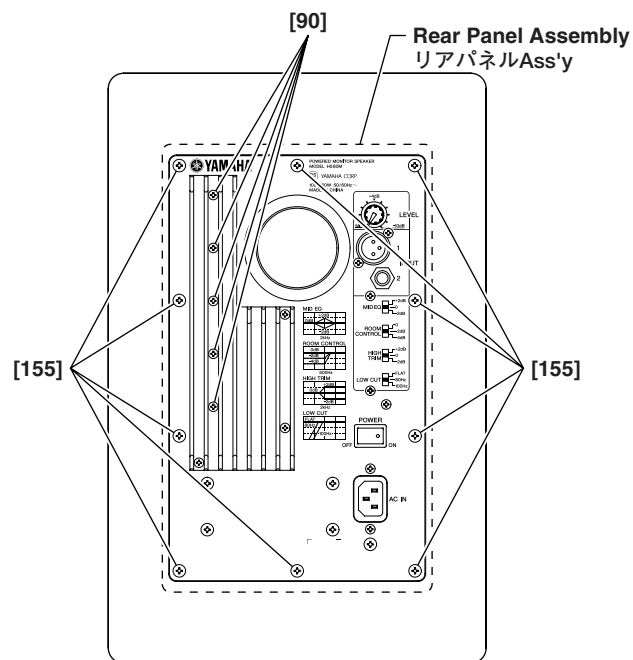

Fig. 2 (図 2)
Remove the ten (10) screws marked [155]. The rear panel assembly can then be removed. (Fig. 2)
- 4-2 Remove the five (5) screws marked [90]. The AMP unit can then be removed. (Fig. 2)
[155]のネジを10本外し、リアパネル Ass'y を外します。(図2)
- 4-2 [90]のネジを5本外し、AMPユニットを外します。(図2)